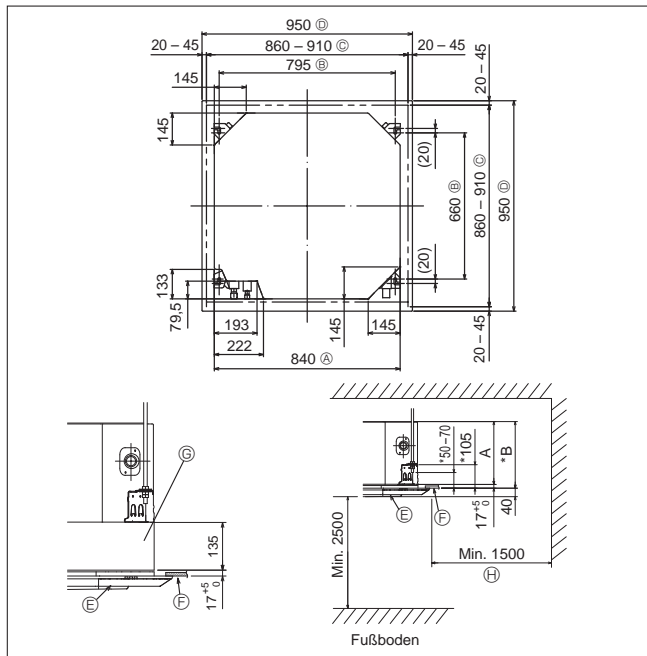

Fig. 3-2
### 3.2. Lage der Öffnungen in der Decke und der Befestigungsschrauben für die Aufhängung (Fig. 3-2)
- \* Die Abmessungen der Deckenöffnung können innerhalb des in Fig. 3-2 dargestellten Bereichs angepaßt werden. Deshalb ist die Hauptanlage in der Deckenöffnung zu zentrieren und sicherzustellen, daß die jeweils gegenüberliegenden Seiten überall den gleichen Abstand aufweisen.